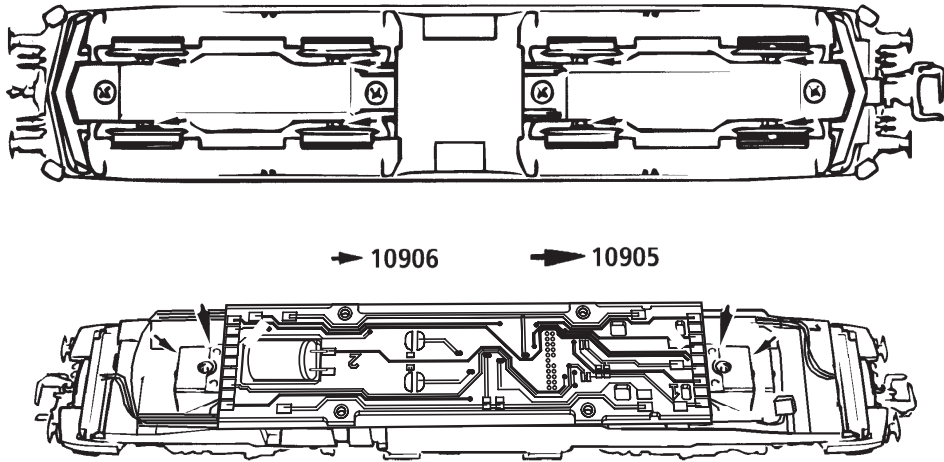

Fig. 6
3. Haftreifenwechsel: Zuerst den Getriebedeckel abnehmen (Fig. 6). Danach den **Radsatz** herausnehmen und die **Haftreifen** mit einer Nadel od. mit einem feinen Schraubendreher abziehen (Fig. 6). Beim Aufziehen der neuen Haftreifen darauf achten, dass diese sich nicht verdrehen.
3. Change of traction tyre: Remove the gear cover (fig. 6). Take out **wheel set** and remove **traction tyre** using a pin or a fine screwdriver (fig. 6). When pressing on the new traction tyre please **avoid twisting it**.
1. Nettoyage des lames de courant aux roues: Les lames de contacts risquent de s'encrasser rapidement sur des voies poussiéreuses. Veuillez **enlever la poussière** aux endroits marqués à la fig. 6 à l'aide d'un petit pinceau souple.
3. Échange des bandages d'adhérence: Démontez d'abord le **couvercle du carter des engrenages** des engrenages (fig. 6). Délogez ensuite les essieux bandagées et enlevez, à l'aide d'une aiguille ou d'un tournevis fin, les bandages d'adhérence (fig. 6). Lors du montage des nouveaux bandages veuillez veiller à ce que les bandages **ne soient pas tordu**.